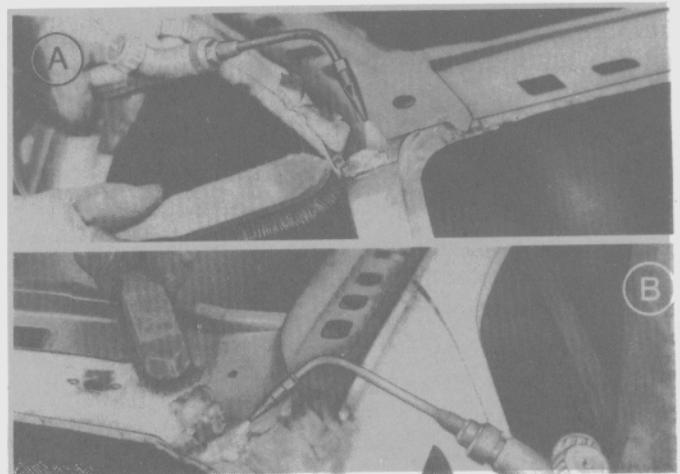

Fig. 45
- Retirar la soldadura fundida con un cepillo de alambre (Fig. 45).